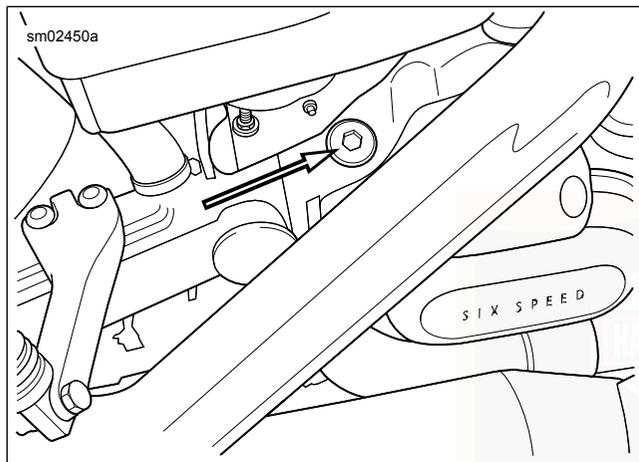

Abbildung 43. Lage des Getriebeölmessstabs
2. Siehe Abbildung 43. Den Getriebeeinflussverschlussstopfen/Ölmessstab entfernen. Den Ölmessstab sauber wischen.
1. Siehe Abbildung 43 . Den Getriebeeinflussverschlussstopfen/Ölmessstab entfernen.